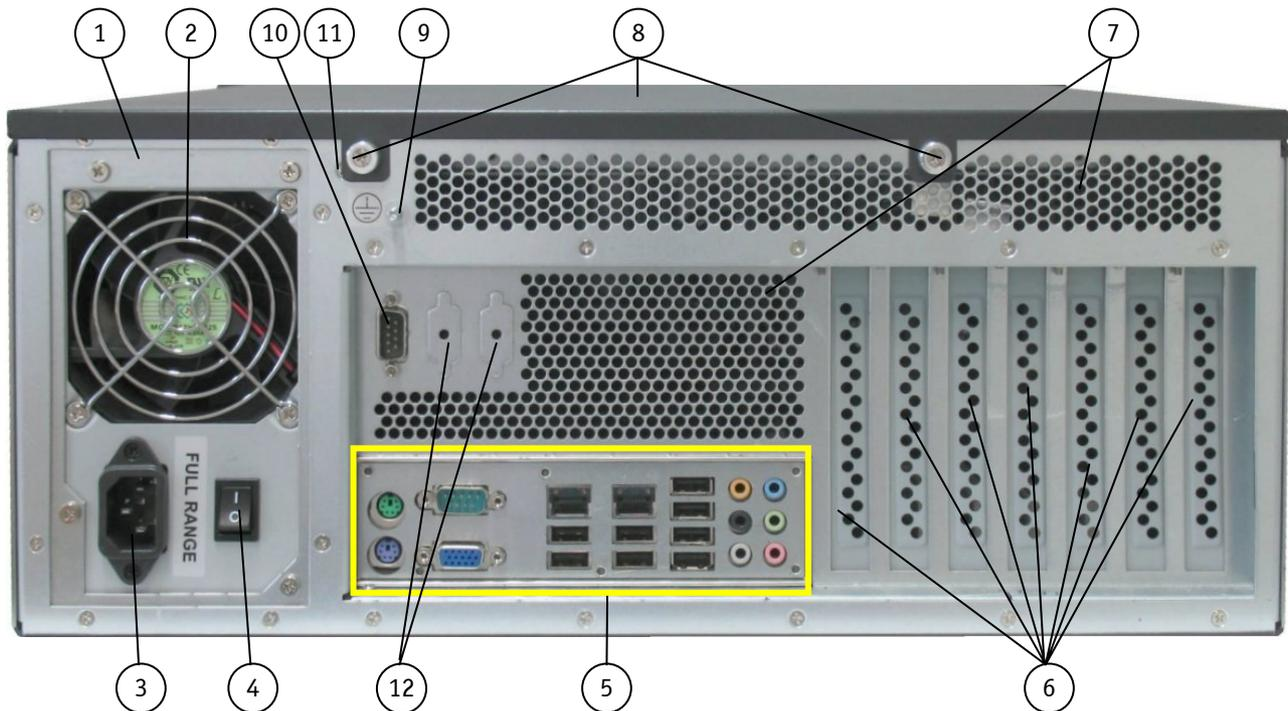
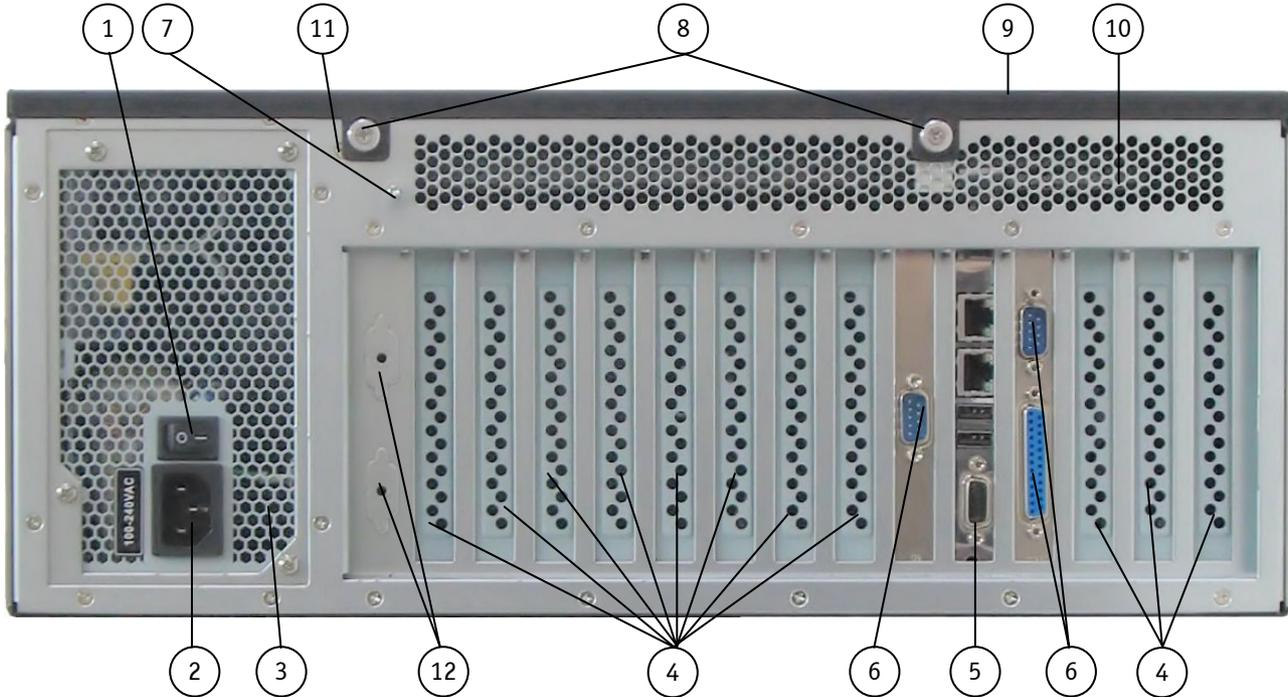

Abb. 16: Rückseite einer KISS 4U V2-Plattform mit Mainboard und AC-Wide-Range-Netzteil
Abb. 17: Rückseite einer KISS 4U V2-Plattform mit Single Board Computer (SBC) und AC-Wide-Range-Netzteil
- die Rändelschrauben (Abb. 16 und Abb. 17, Pos. 8 und Abb. 29) an der Rückseite
Abhängig von der eingesetzten CPU-Karte (Mainboard oder SBC) können an Ihrem System, on-Board Schnittstellen, z. Bsp. serielle Schnittstellen, nach außen geführt sein (siehe Abb. 16, Pos. 10 und Pos. 12 und Abb. 17, Pos. 6 und Pos. 12). Diese Anschlüsse ermöglichen Ihnen Peripheriegeräten anzuschließen.
Der Erdungsbolzen befindet sich an der Rückseite der KISS 4U V2-Plattform (siehe Abb. 16, Pos. 9 und Abb. 17, Pos. 7).